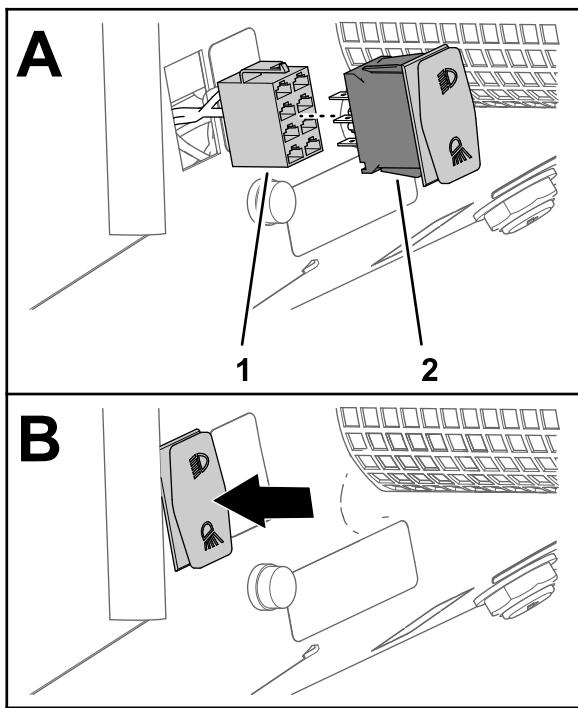

Figure 31
5. Branchez l'interrupteur à bascule du kit dans le connecteur à 8 douilles du commutateur d'éclairage (Figure 31).
- Insérez l'interrupteur à bascule dans l'ouverture de la planche de bord jusqu'à ce qu'il s'enclenche solidement en place (Figure 31).